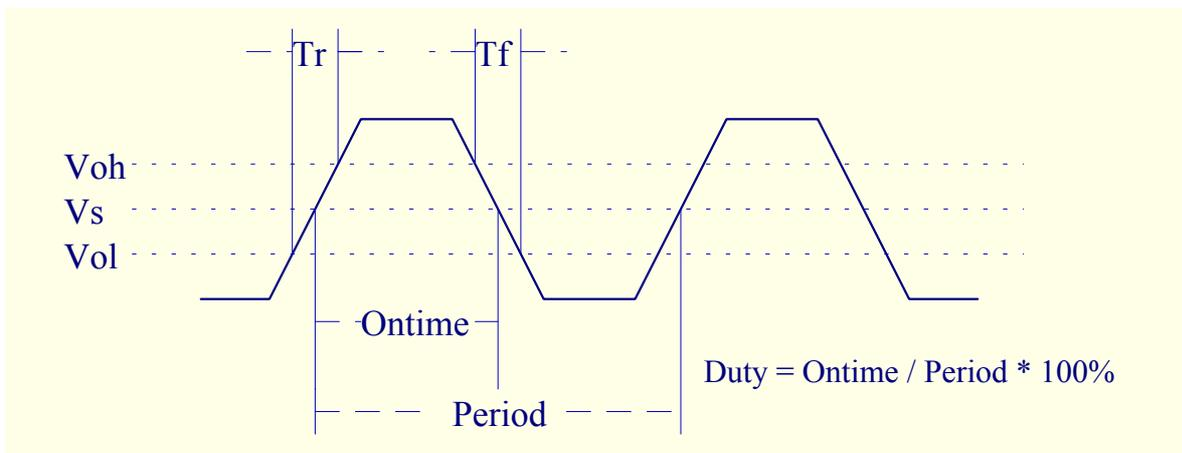
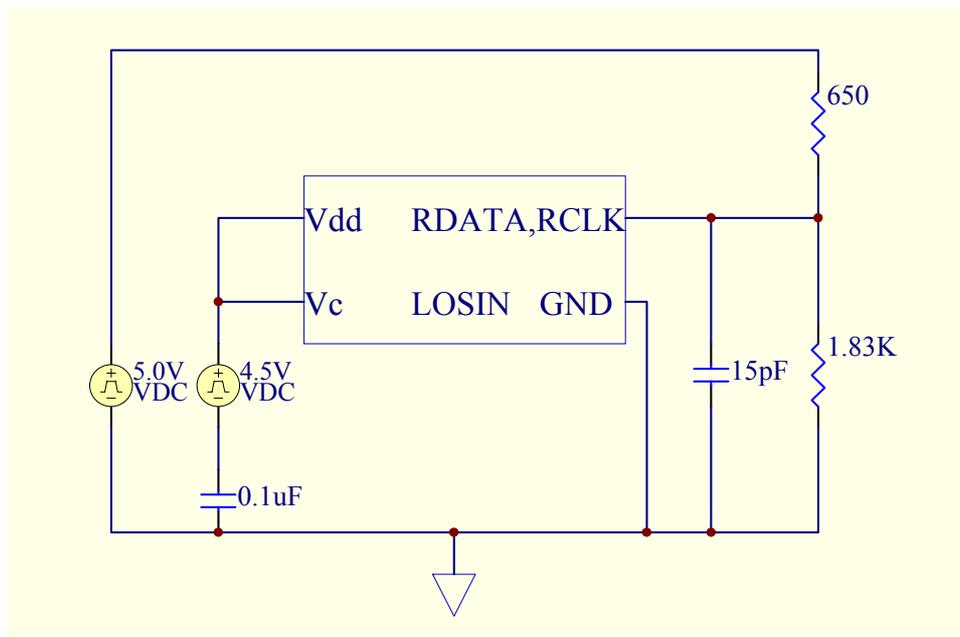

图 1 传输时间
图 2 输出负载
- 3) 图 1 对这些参数进行了定义。图 2 说明在所有参数都测试和确认下，相当于五门 MTTL 的负载回路和工作条件。
- 4) ON TIME/PERIOD 是对称的，如图 1， $V_S=1.4V$ for TTL。